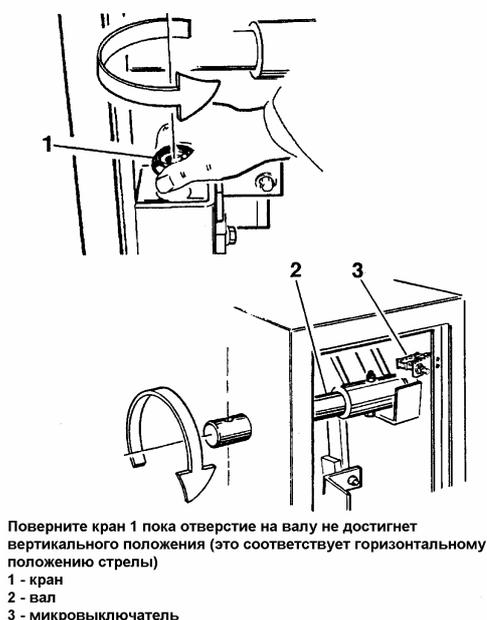

Рис. 8 Установка стрелы в горизонтальное положение.
3. Установите вал шлагбаума в положение соответствующее горизонтальному положению стрелы (рис. 8);
На корпусе шлагбаума установлен защитный микровыключатель 3 (рис. 8) Он предназначен для блокировки работы механизма при открытой крышке.